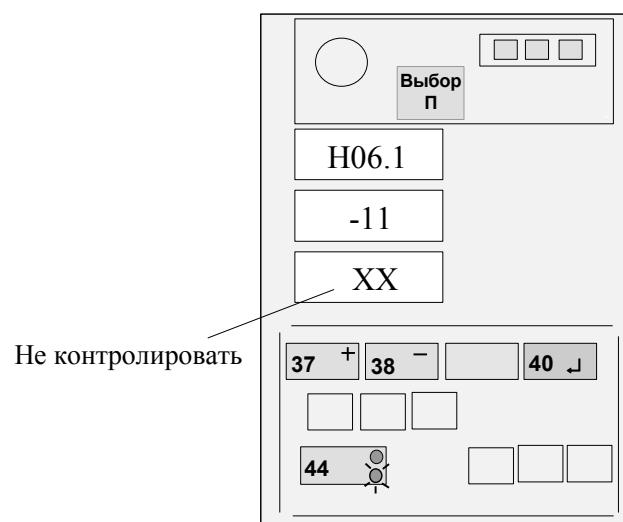

Рисунок 13 - Ввод температурного коэффициента ПрУ
Если значение температурного коэффициента, указанное на жгуте ПрУ, отличается от значения, выдаваемого на средний ИЖЦ, нажатием кнопки 44 установить на верхнем ИЖЦ код "H06.1", а затем, нажимая кнопки "+" (37) и "-" (38), установить на среднем ИЖЦ значение коэффициента для ПрУ (см. рисунок 13 для коэффициента M11), причем знак плюс на индикаторе не отображается, а знак минус отображается символом " - ".